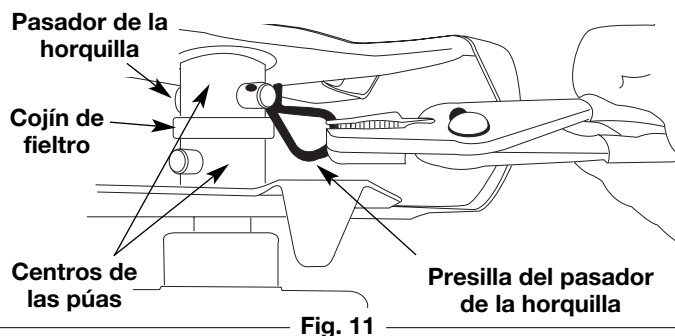

Fig. 11
5. Oprima completamente el cebador y suéltelo 10 veces. Hágalo lentamente. Se deberá ver un poco de **combustible en el cebador** y en las tuberías de alimentación de combustible (Fig. 11). Si no puede ver el combustible en el cebador, oprímalo y suéltelo tantas veces como sea necesario hasta que vea combustible en el mismo.
1. Coloque el control de encendido y apagado en la posición de **APAGADO (O)** y desconecte el cable de la bujía de encendido.
2. Saque las presillas del pasador de la horquilla y los pasadores de la horquilla (Fig. 11).